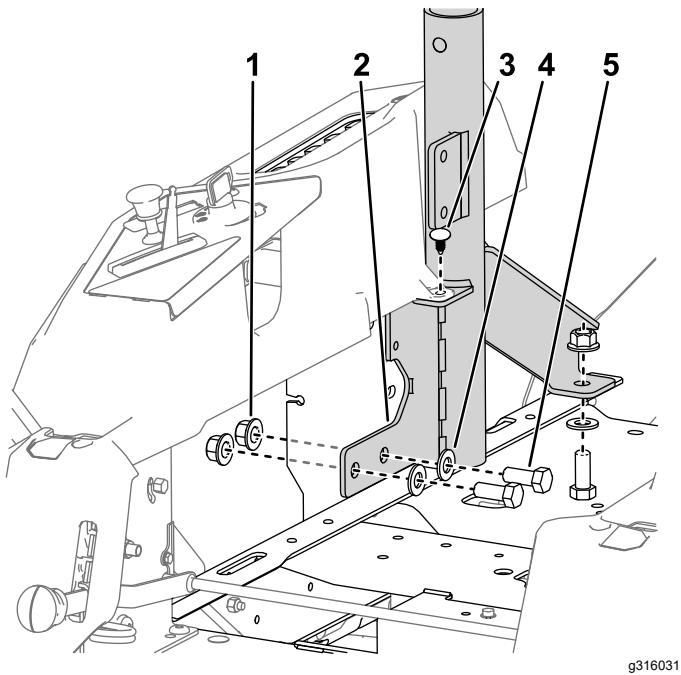

図5
1. 機体フレームの油圧部マウントプレートの後に (図 5) のように ROPS マウントを取り付ける。
3. 細幅プッシュリベットを使ってポッドのタブを ROPS マウントに固定する図 5。